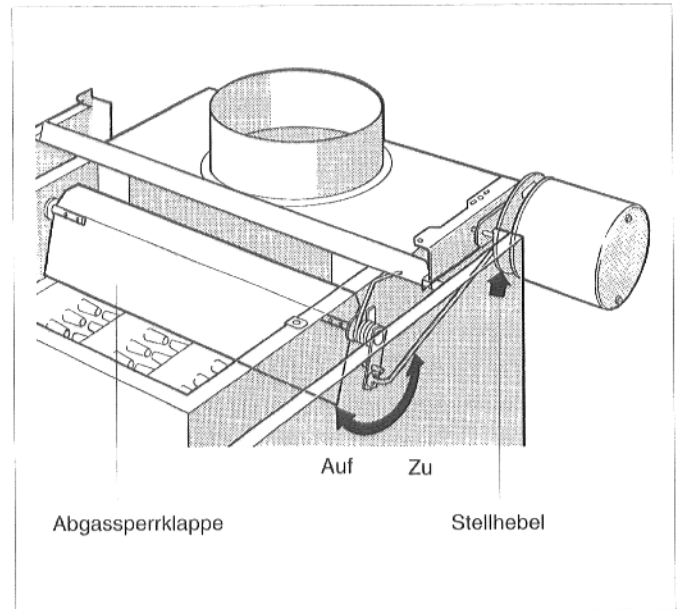

Abb. 35: Abgassperrklappe
- Bei Wärmeanforderung muß die Abgassperrklappe in Stellung "AUF" gehen. Kontrollieren Sie dies anhand der Bewegung des Stellhebels (Abb. 35). Erst nachdem die Endstellung "AUF" erreicht ist, darf der Brenner in Betrieb gehen.